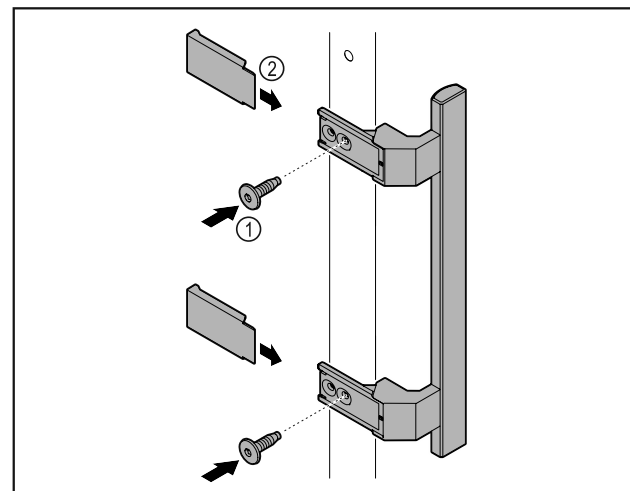

Fig. 3
- ▶ Plasser håndtaket som fulgte med, på døren med de vedlagte skruene Fig. 3 (1).
- ▶ Sett på dekselet Fig. 3 (2).